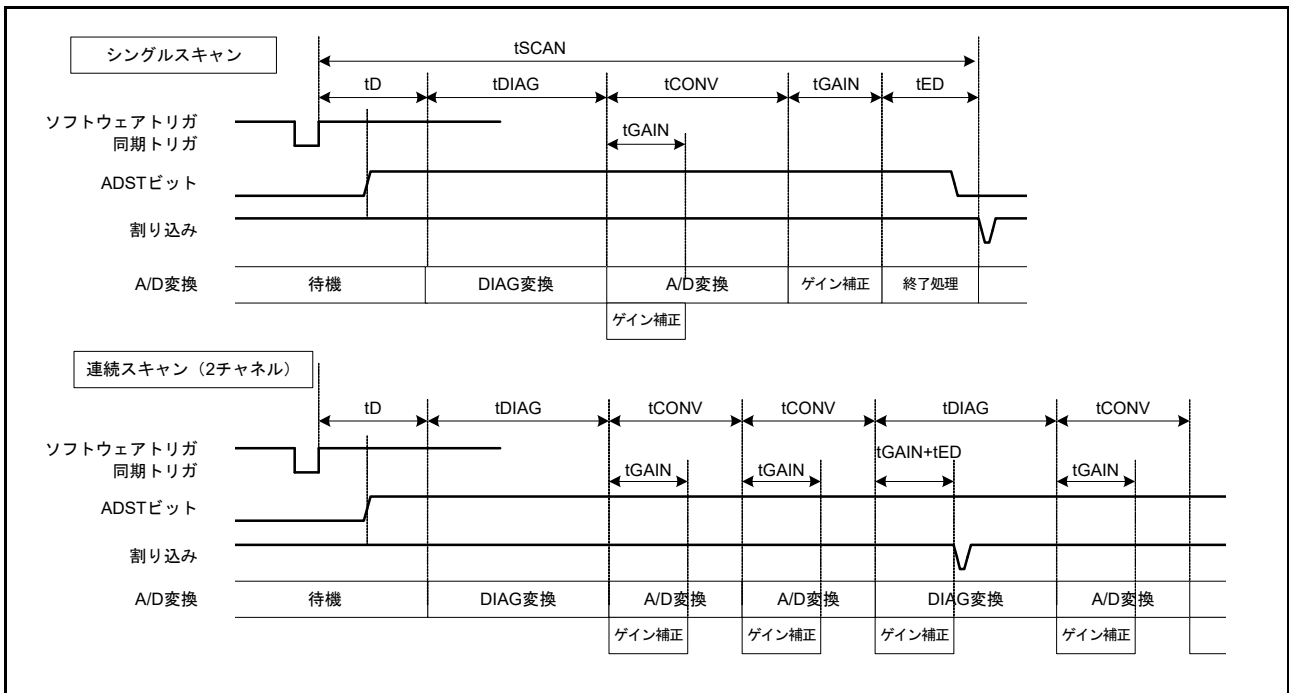
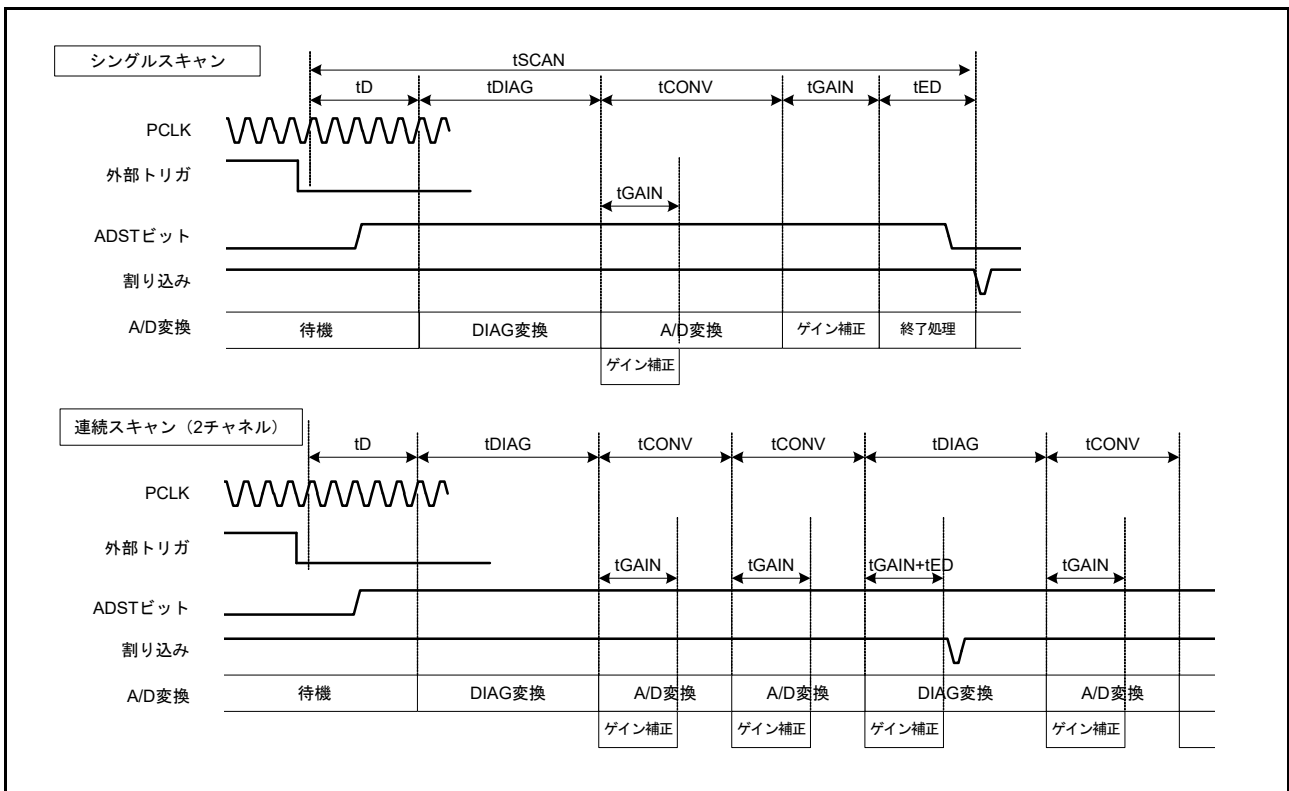

図 32.28 スキャン変換のタイミング (ソフトウェア起動、同期トリガ入力 (ELC) 起動の場合)
図 32.29 スキャン変換のタイミング (非同期トリガ入力 (ADTRG0) 起動の場合)
図 32.28 に、ソフトウェアトリガまたは同期トリガ (ELC) 起動によりスキャン変換を行う場合のタイミングを示します。また、図 32.29 に、非同期トリガ (ADTRG0) 起動によるスキャン変換を行う場合のタイミングを示します。スキャン変換時間 (t_{SCAN}) はスキャン変換開始遅延時間 (t_D)、断線検出アシスト処理時間 (t_{DIS}) (注 1)、自己診断変換時間 (t_{DIAG}) (注 2)、A/D 変換処理時間 (t_{CONV})、ゲイン補正時間 (t_{GAIN}) およびスキャン変換終了遅延時間 (t_{ED}) を含めた時間となります。
- 注 1. t_D 、 t_{DIAG} 、 t_{CONV} 、 t_{GAIN} 、 t_{ED} 各タイミング例については、図 32.28 および 図 32.29 を参照してください。 t_D および t_{ED} は最大時間です。